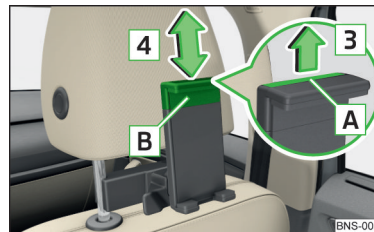

Abb. 143 Haltergröße anpassen
- › Zur **Anpassung der Haltergröße** die Sicherungslasche **A** in Pfeilrichtung **3** herausziehen und den Teil **B** in Pfeilrichtung **4** in die gewünschte Position verschieben » Abb. 143.